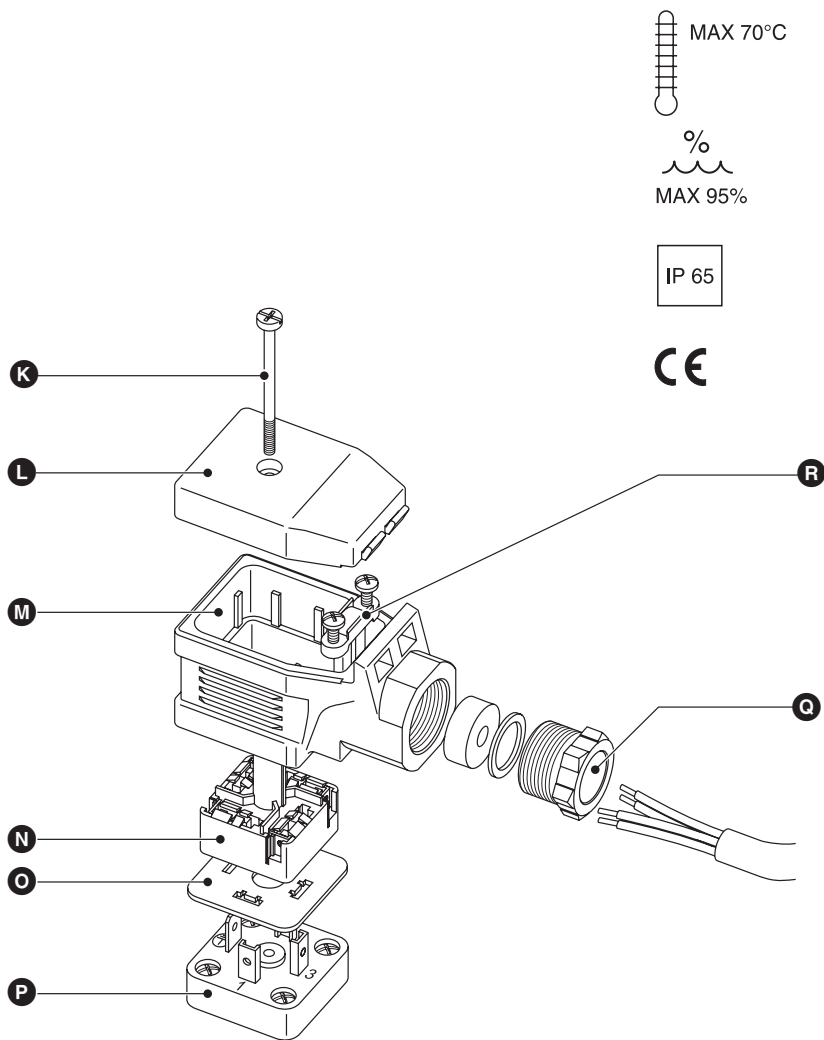

Fig. 9
1. Desapertar o parafuso **K**. **Fig. 9**